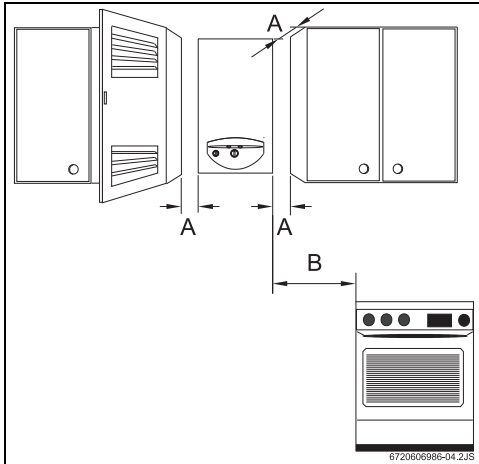

Fig. 13 Distancias mínimas
- ▶ Observe las medidas mínimas de instalación indicadas en la Fig. 13.
- ▶ No debe instalarse el aparato en locales donde la temperatura ambiente pueda bajar de los 0 °C. Si existe riesgo de congelación, apague y vacíe el aparato (→Fig. 13).
- ▶ Espacio suficiente para efectuar los trabajos de mantenimiento, respetando las distancias mínimas indicadas en la Fig. 13.